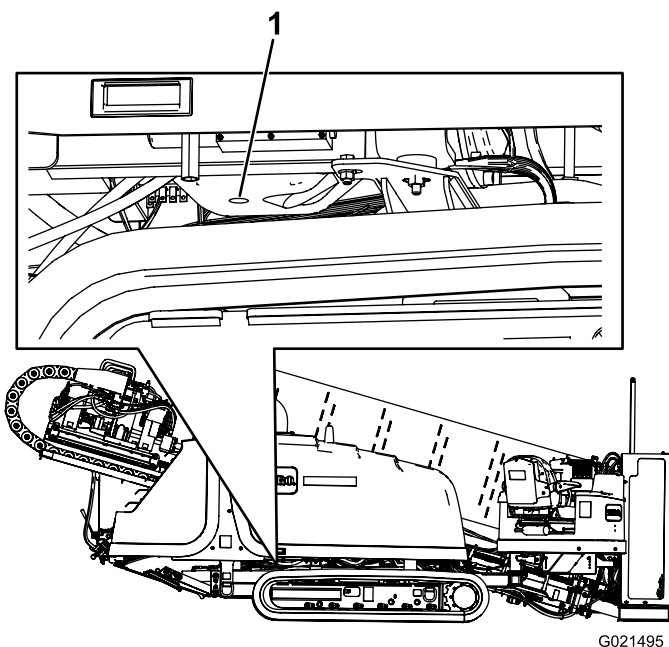

Figura 123
2. Retire el tapón de vaciado (Figura 123).
7. Instale el tapón de vaciado en el orificio de vaciado (Figura 123).